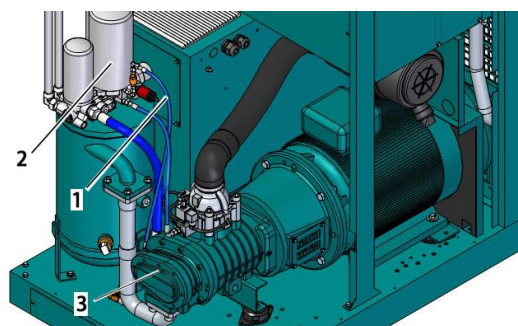

图 43：回油管路
5. 松开油细分离器 (图 43/2) 与空压机主机 (图 43/3) 之间的回油管 (图 43/1)